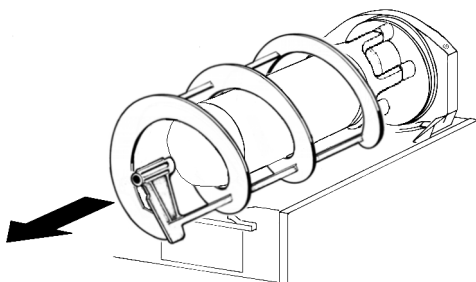
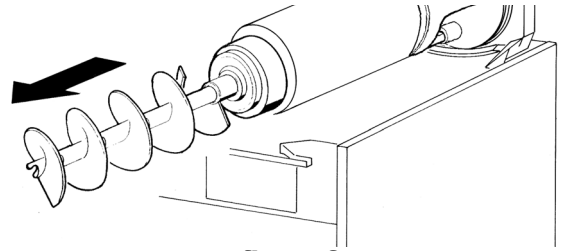

figura 7
figura 8
- 3 Desenfilarse del evaporador el rascador exterior (ver figura 7) y después el rascador interior (ver figura 8).